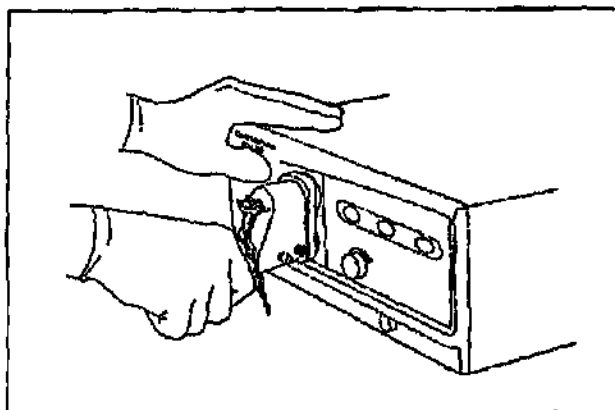

Рисунок 3.10
1. Убедитесь, что питание видеоцентра отключено (выключатель находится в положении OFF (откл.). Полностью вставьте разъем эндоскопа в гнездо видеосистемного центра до характерного щелчка (См. рисунок 3.10). Слегка потяните разъем эндоскопа на себя и убедитесь, что разъем эндоскопа и гнездо видеосистемного центра не разъединились.